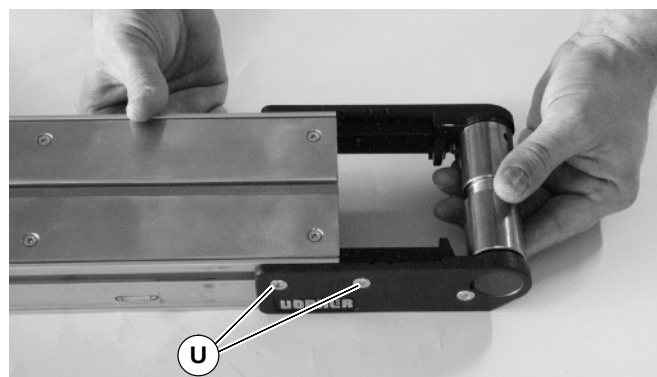

Abbildung 43
1. Zu beiden Seiten des Förderbandes die zwei (2) Befestigungsschrauben lösen (U siehe Abbildung 43). Dann die Umlenkrollenbaugruppe vom Förderbandrahmen abziehen.